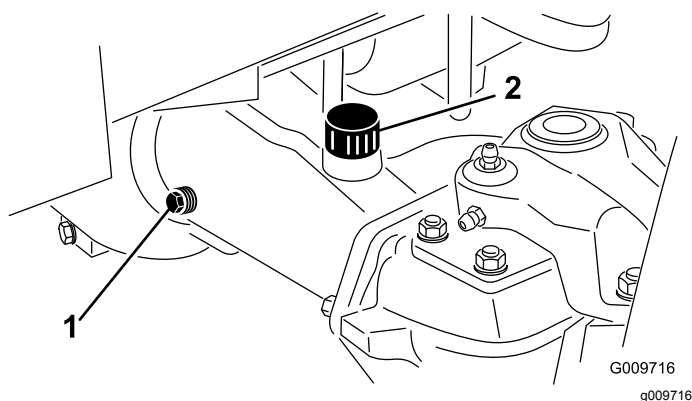

Figura 85
2. Retire o tampão de verificação de uma extremidade do eixo e certifique-se de que existe lubrificante até ao fundo do orifício (Figura 85).